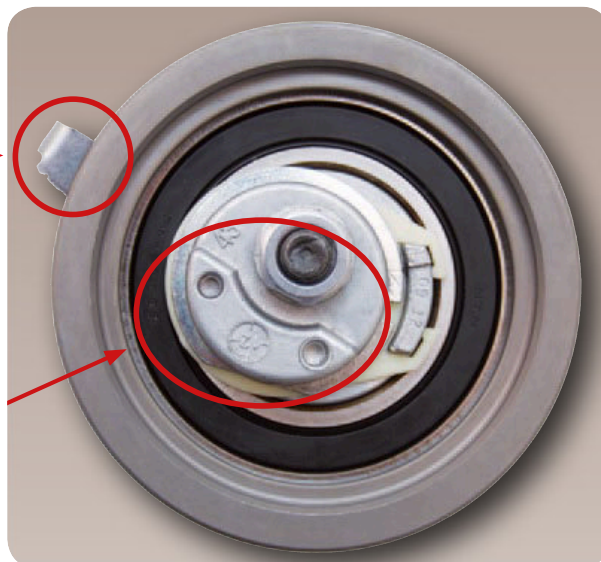

Bild 1 (Quelle: NTN-SNR)
- **Die Montageplatte muss sich bei Einbau in einer 8 Uhr Position befinden** (siehe Bild 1)